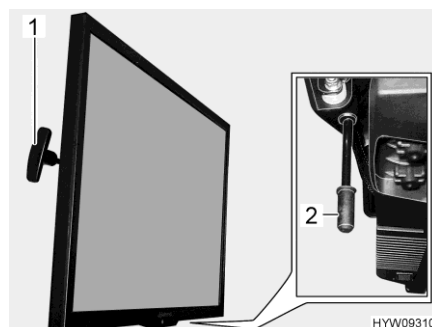

Fig. 64 Schermo piatto (scorrevole)
- Tirare la maniglia (Fig. 64,1) e tenerla in posizione. Lo schermo piatto è sbloccato.
- Tirare la maniglia (Fig. 64,2) verso il basso e tenerla in posizione. Lo schermo piatto è sbloccato.